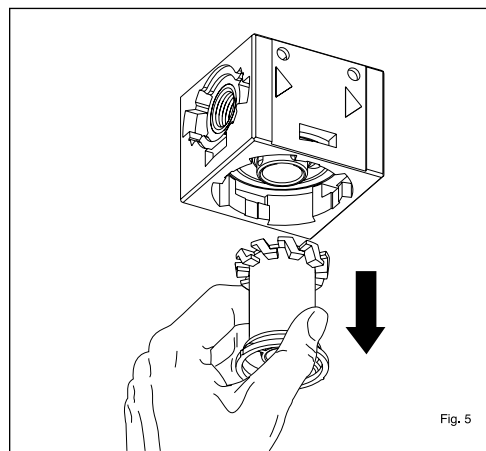

Fig. 5
- 3) Retirer le groupe de filtration en le tirant vers le bas (Fig. 5).
- 3) Extraiga el grupo de filtrado tirando del mismo hacia abajo (Fig. 5).
- 3) 把过滤器滤芯拉动拿掉(图5)
- 3) Retire o grupo de filtragem puxando-o para baixo (Fig. 5)
- 3) Den Filtereinsatz herausziehen, indem er nach unten gezogen wird (Abb. 5)
- 3) Достаньте фильтрующий блок, потянув вниз (Рис. 5)